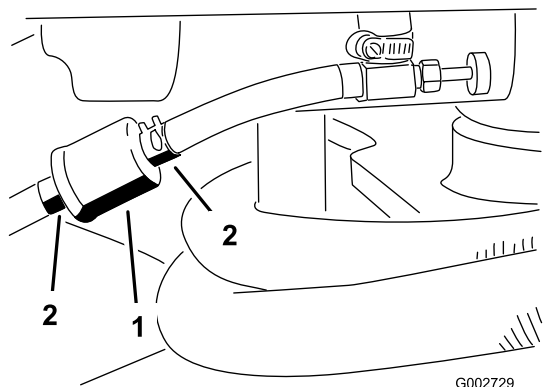

Figura 31
1. Cierre la válvula de cierre de combustible, afloje la abrazadera en el lado del carburador del filtro y retire del filtro el tubo de combustible (Figura 31).